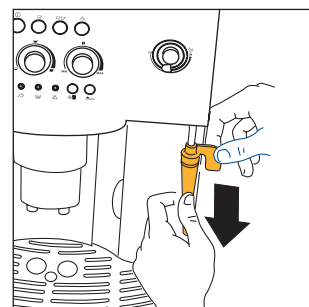

Fig.26
- Haal stoompijpie van de afgiftepijp, door deze naar beneden te trekken (fig. 26).